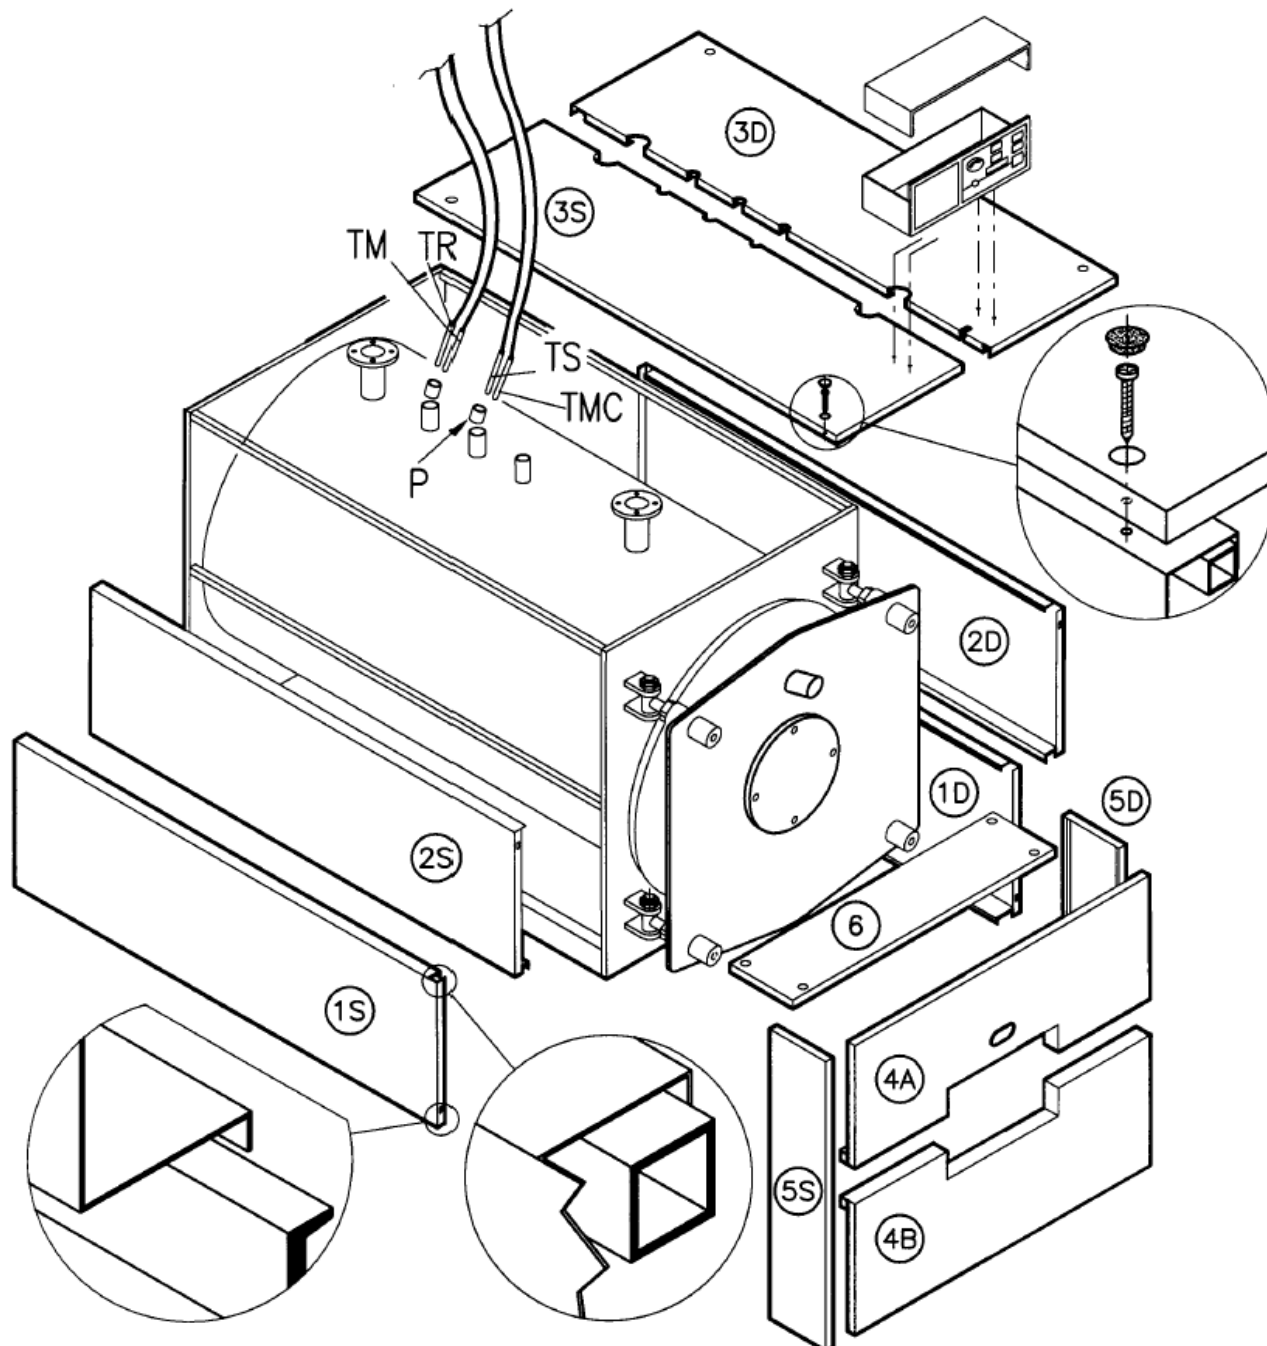

Рис. 9
4.3. ОБШИВКА КОТЛОВ MEGA PREX / MEGA PREX К 460 ÷ 1150 (рис. 9)
- д) Установите панели (5S) и (5D), прикрепив их к боковым панелям с помощью соответствующих скоб; затем установите передние панели (4B) и (4A), прикрепив их к панелям (5S) и (5D). Закройте корпус люка верхней панелью (6), закрепив ее винтами; закройте отверстия специальными крышками (см. рис.).